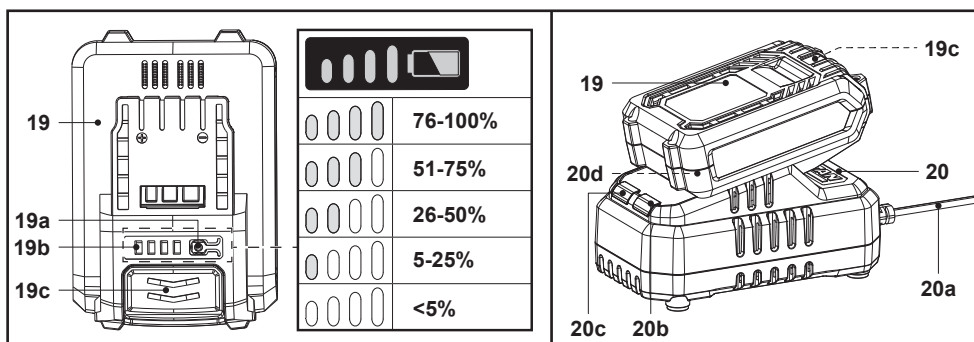

Fig. 3
1. Prima o botão da capacidade da bateria (19a) (Fig. 3).
2. Os LED do indicador de capacidade da bateria (19b) mantêm-se acesos durante cerca de 10 segundos (Fig. 3).
4. Quando o carregamento estiver concluído: segure o carregador (20) na posição correta com uma mão. Pressione o botão de libertação (19c) e faça deslizar a bateria (19) para fora (Fig. 3).